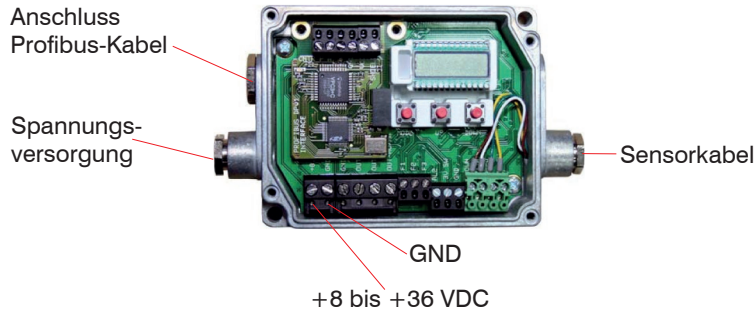

Abb. 19 Inbetriebnahme Profibus
- ➔ Öffnen Sie den Controller und schließen Sie die Versorgungsspannung an, siehe Abb. 19.